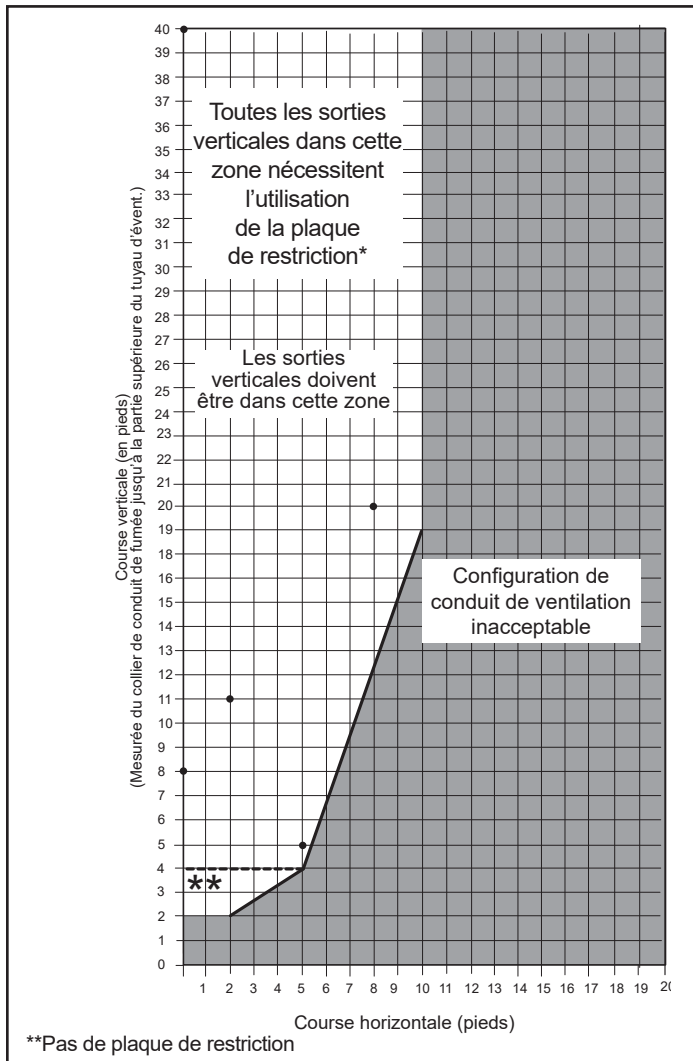

Figure 2.8 – Fenêtre de sortie de ventilation verticale.
Une sortie de ventilation verticale ne doit pas se situer à moins de 2,44 m (8 pieds) et à plus de 12 m (40 pieds) au-dessus du collier du conduit de cheminée de l'appareil. Le cas échéant, il faut utiliser la plaque de restriction de 57 mm (2³/₄ po) comprise dans tous les systèmes de ventilation à sortie verticale. (Consultez la figure 2.8.) REMARQUE : La plaque de restriction livrée avec la sortie verticale devrait être supprimée. Réglez la plaque de restriction selon les recommandations de la figure 2.10. Le système de ventilation à sortie verticale doit en outre se conformer aux critères suivants :
- La hauteur de la sortie doit être conforme au dégagement de toit, comme indiqué à la figure 2.8.